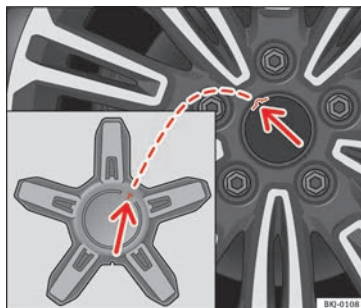

Fig. 78 Montez l'enjoliveur central de roue.
- Installez l'enjoliveur central de roue sur la jante, de manière à faire coïncider l'extrémité de l'enjoliveur avec le logement sur la jante »» fig. 78 (flèches).